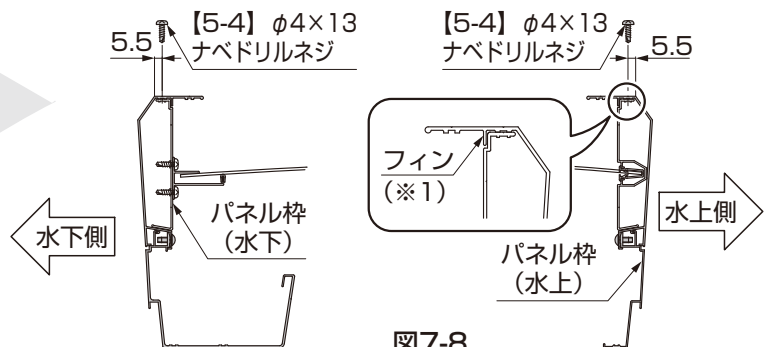

図7-8 前後枠の取付け(平面図)
- フィン(※1) が引掛かっていることを確認してください。(図7-8参照)